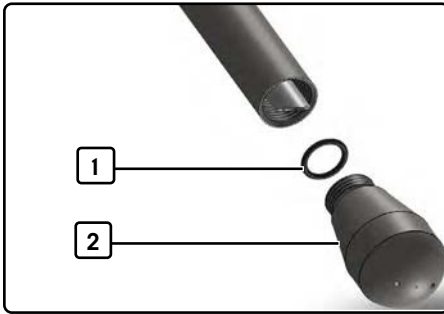

Fig. 8 Buse du tuyau de vapeur démontée
2. Dévissez manuellement la buse [2, Fig. 8] du tuyau de vapeur et placez-la sur le côté.
4. Revissez la buse avec le joint [1, Fig. 8].